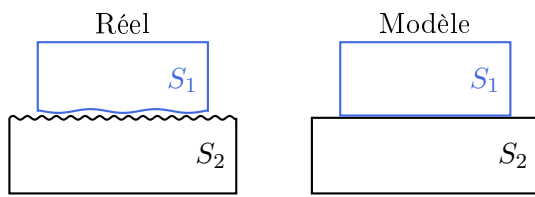

FIGURE 5 – Surface réelle (avec des défauts amplifiés) et modèle associé
- les surfaces sont géométriquement parfaites (FIGURE 5) ;